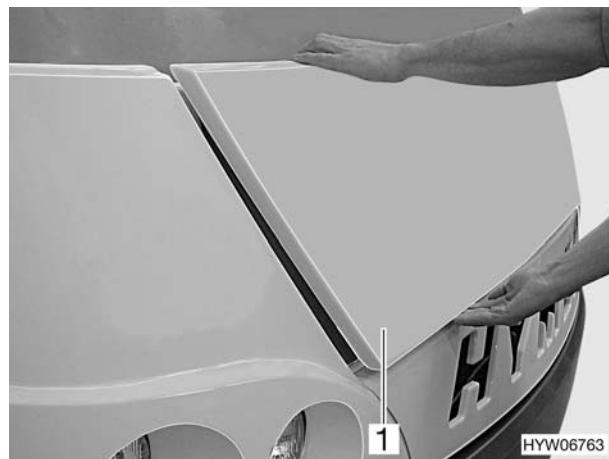

Fig. 17 Cofano motore (classe B)
- Afferrare con entrambe le mani il bordo superiore e quello inferiore del cofano motore (Fig. 17,1) in posizione diversa dal centro.